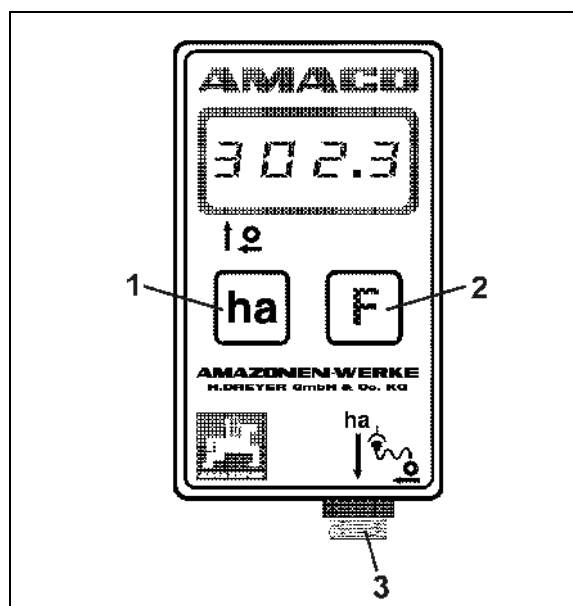

Fig. 3
Tasten **ha** (Fig. 3/1).
Tasten **F** (Fig. 3/2)
- **Tilslutning af sensor(Fig. 3/3).**